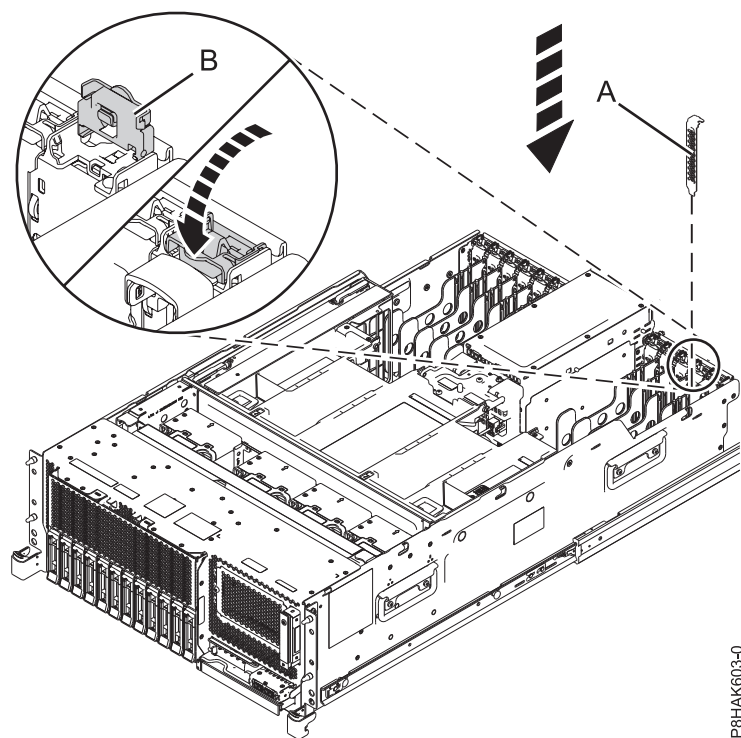
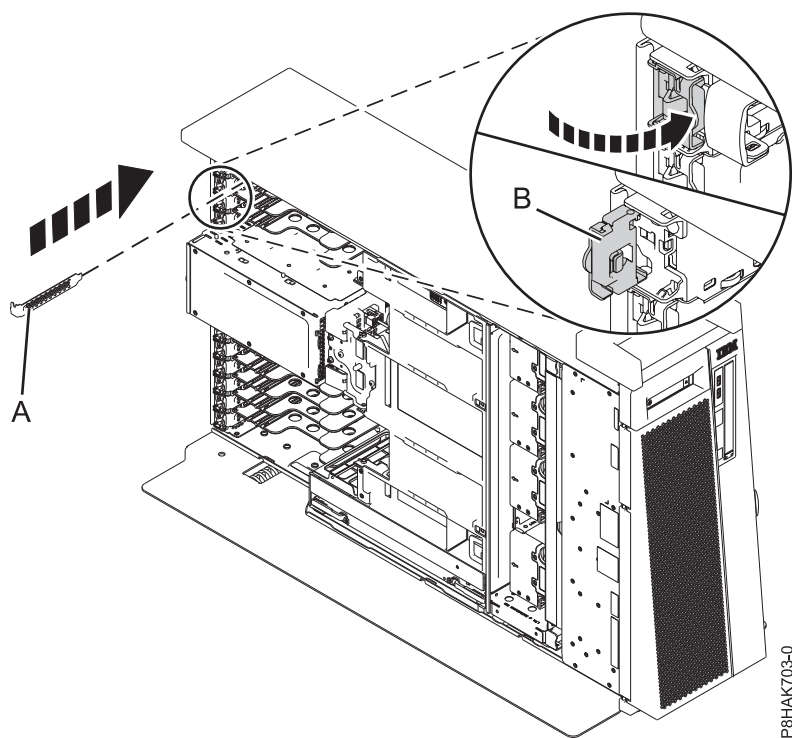

Figura 38. Instalar um preenchimento numa ranhura de um adaptador PCIe num sistema montado em bastidor
Figura 39. Instalar um preenchimento numa ranhura de um adaptador PCIe num sistema 8286-41A autónomo
- a. Segure no contraponto do carácter de preenchimento com cuidado e alinhe o carácter de preenchimento com a ranhura e o respectivo conector no painel posterior do sistema, como demonstrado em Figura 38 e Figura 39 na página 45.